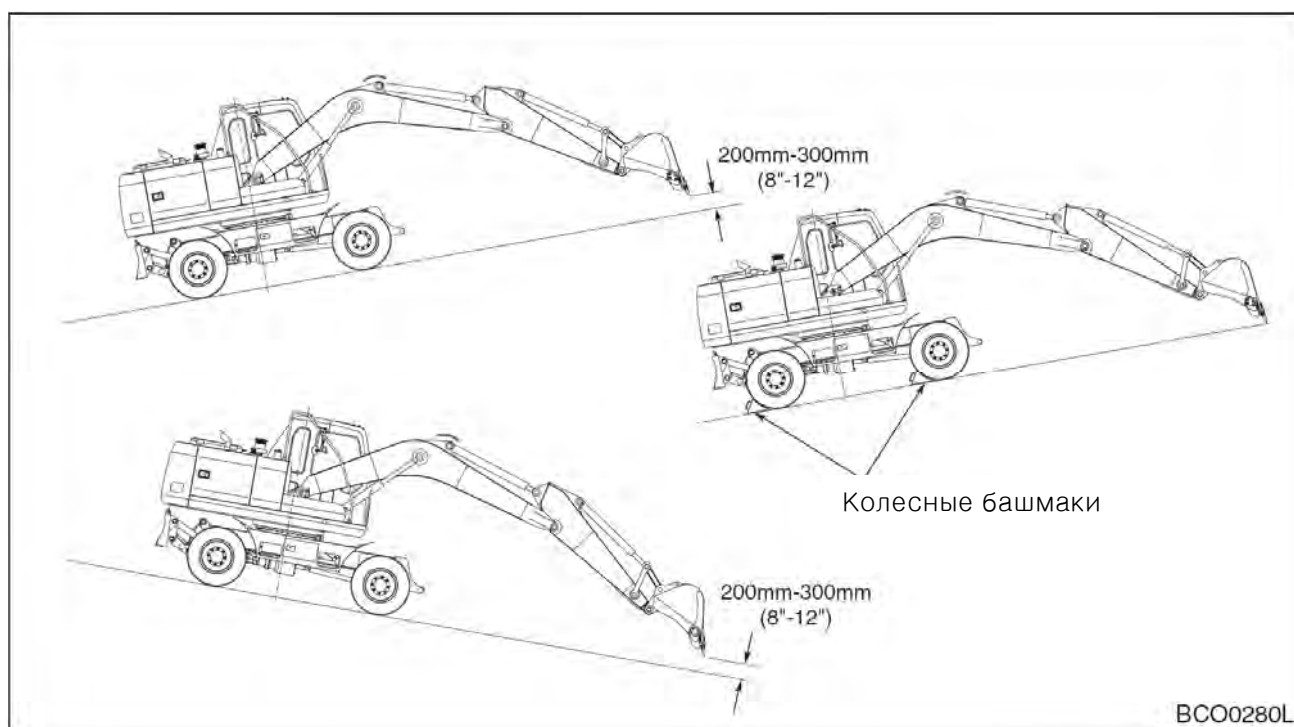

Рис. 34
5. При движении по склону следует полностью выдвинуть рукоять, и опустить стрелу, чтобы ковш был на высоте 20-30 см над грунтом. См. рис. 34 на стр. 3-18. Если машина начинает скользить или теряет устойчивое равновесие, следует немедленно опустить ковш на грунт для восстановления управляемости. Если двигатель заглох, опустить ковш, убедиться, что все органы управления находятся в нейтральном положении (**NEUTRAL**) и снова запустить двигатель.
9. Если машина припаркована на склоне, установить колесные башмаки под колеса со стороны нижней части склона для фиксирования положения машины. См. рис. 34 на стр.3-18. Колесные башмаки входят в комплектацию машины. Один хранится на нижней раме непосредственно под отсеком аккумуляторных батарей. Второй хранится на нижней раме непосредственно под кабиной. Когда верхняя конструкция направлена вперед машины.